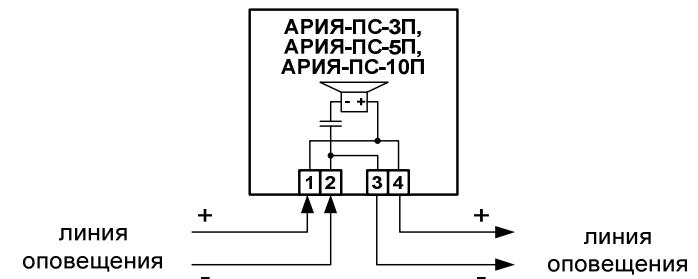

Рис.1. Схема подключения.
- 3.3. Подключение изделий должно выполняться в соответствии со схемой (рис.1).